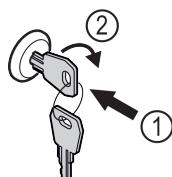

Fig. 127
- Вставьте ключ Fig. 127 (1).
- Поверните ключ на 90° по часовой стрелке Fig. 127 (2).